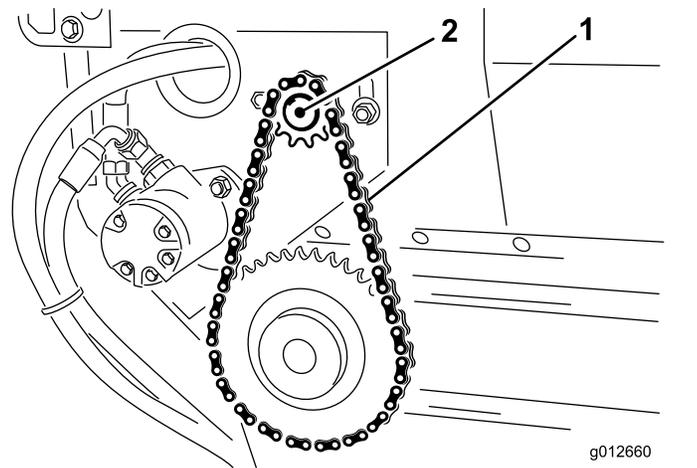

Рисунок 19
3. Ослабьте болты и гайки, которые крепят гидромотор в сборе со звездочкой к основной раме (Рисунок 19).
4. Поворачивайте гидромотор в сборе со звездочкой (Рисунок 19) в монтажных пазах, пока цепь привода ленты транспортера не отклонится на 3,2 мм.
5. Затяните крепежные болты (Рисунок 19).